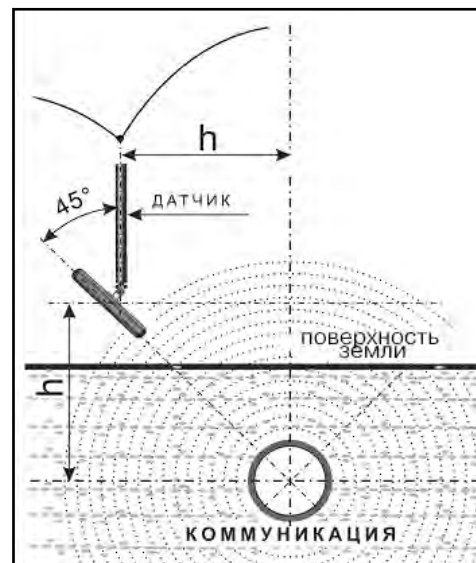

Рис. 5.1
2. При положении антенны ЭМД перпендикулярном трассе и под углом 45° к поверхности земли, минимум сигнала наблюдается на удалении от точки «над трассой», равном глубине залегания коммуникации, когда ось антенны пересекает ось трассы. Это косвенный метод измерения глубины залегания коммуникации (рис. 5.1).